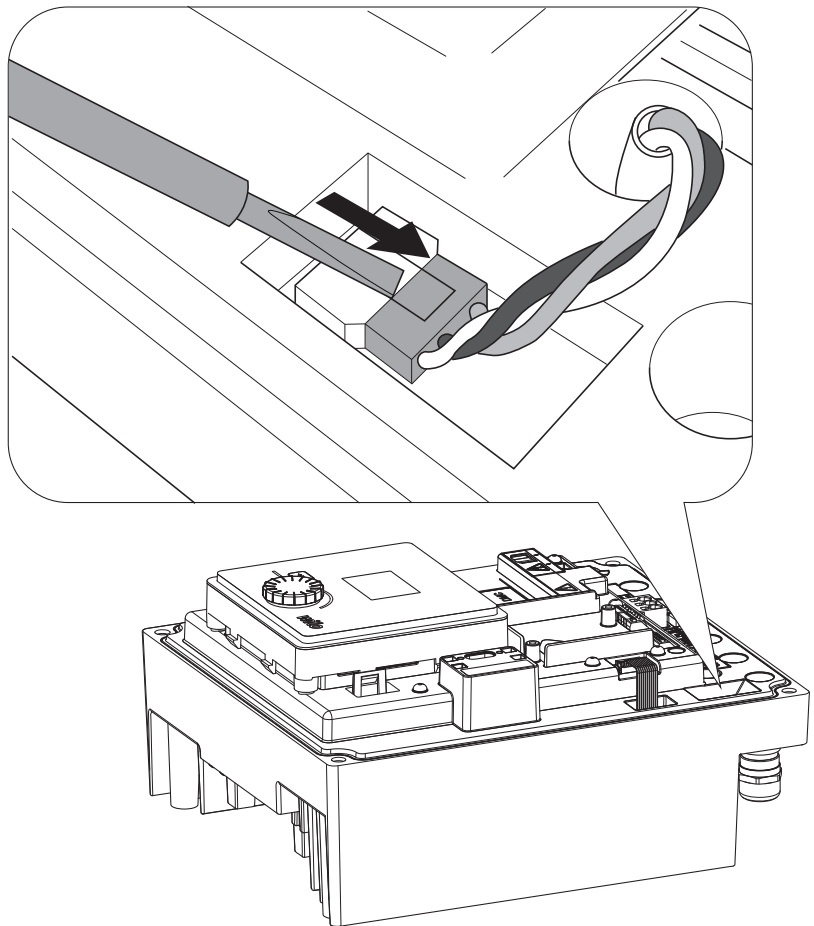

Fig. 46: Odklop priključnega kabla ventilatorja modula
- Odklopite priključni kabel ventilatorja modula. (Fig. 46).